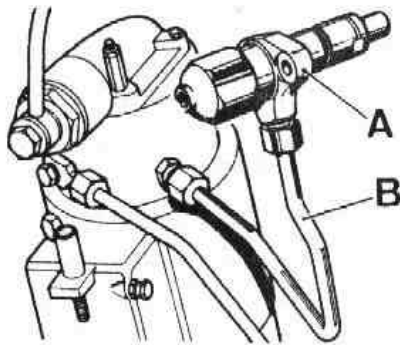

Fig. L1-8 Comprobación inyectores sobre el vehículo
- 2.2. Colocar el inyector conectado a la bomba según Fig. L1-8.